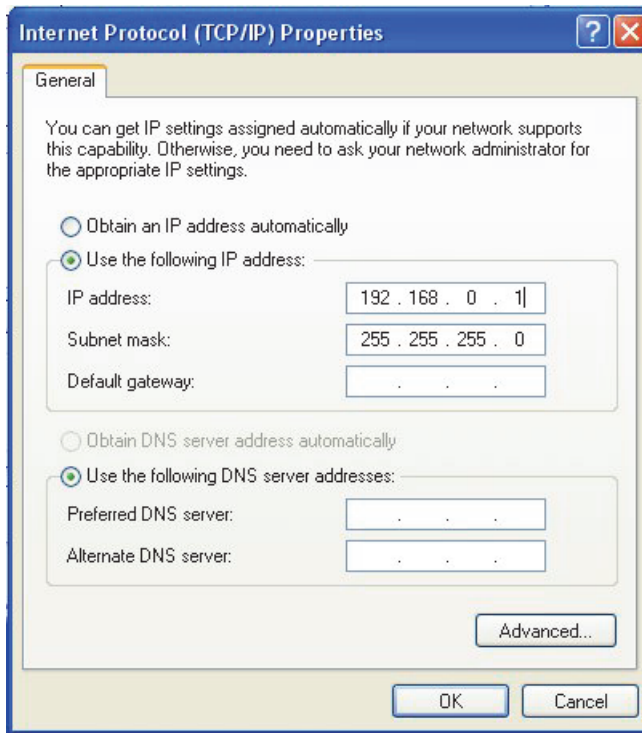

Рис. 7-9 Окно Протокол интернета (TCP/IP): Свойства (Windows XP)
7. В диалоговом окне **Internet Protocol TCP/IP: Properties** (Протокол интернета TCP/IP: Свойства) отметьте **Use the following IP address** [Используйте следующий IP-адрес] (см. Рис. 7-9 на стр. 222).